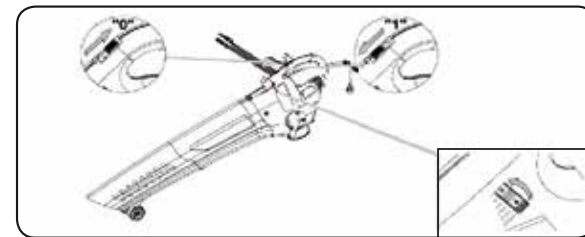

FIG. 2
- Para encender la herramienta, presione el interruptor (2) hasta llevarlo a la posición "1" (Fig.2)
- Para apagar la herramienta, lleve el interruptor a la posición "0" (Fig. 2).